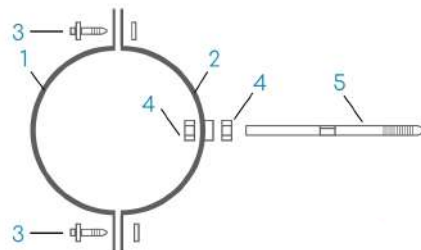

Рис.2
1. При установке крепежа трубы, винт-шуруп (№5 рис.2) вкручивается в стену. В стене необходимо предварительно просверлить отверстие, для бетонных и кирпичных стен можно установить пластиковый дюбель.
2. Прикрутить внутреннюю часть крепежа трубы (№2 рис.2) к установленному винт-шурупу с помощью двух гаек (№4 рис.2). Установить водосточную трубу и закрепить ее с наружной частью (№1 рис.2) крепежа трубы с помощью двух саморезов (№3 рис.2).
Необходимо присоединить всю систему, стабилизировать и зафиксировать замками крепежей трубы (рис.2).